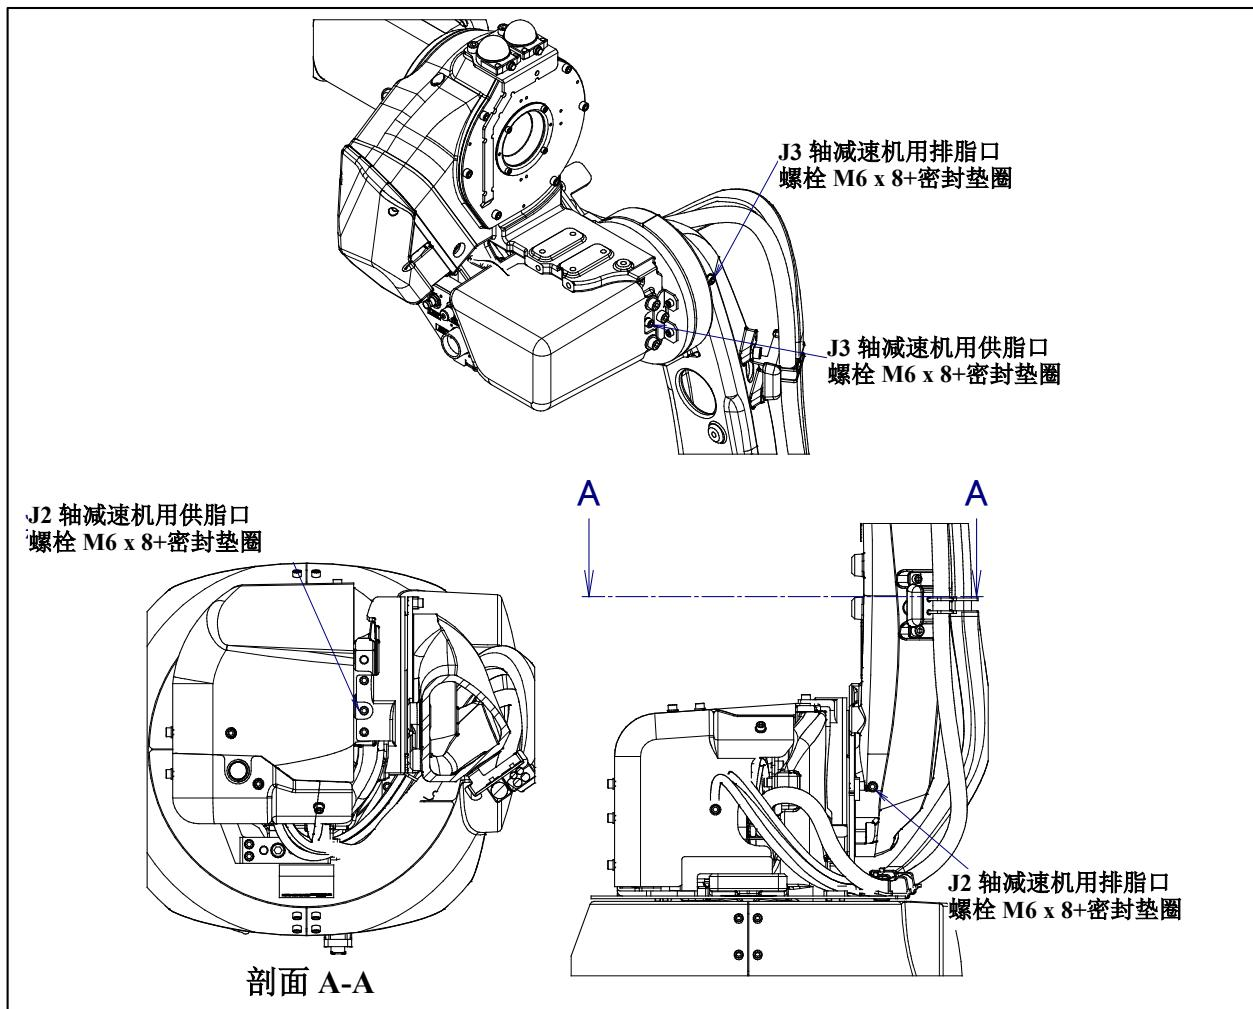

图 7.3.2.1 (a) J2, J3 轴的供脂部位
- 3 拆除排脂口的螺栓和密封螺栓。（图 7.3.2.1 (a)）